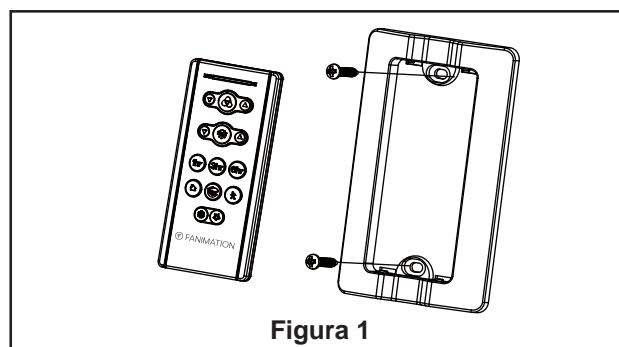

Figura 1
- ### 1. Instalación de la placa de la pared: (Figura 1)